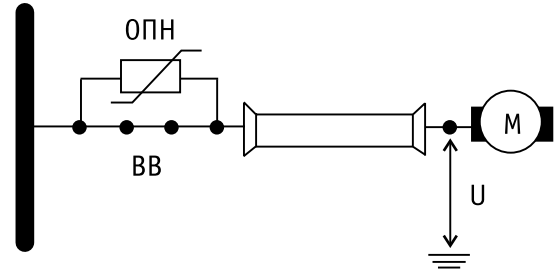

Рис.2
Вероятность возникновения режима, представленного на Рис.1(б), невелика, однако для гарантировано безопасной работы, при использовании вакуумного выключателя в цепях управления электродвигателями, рекомендуется устанавливать ограничители перенапряжений типа ОПН КР 6(10) параллельно главным контактам вакуумного выключателя (Рис.2).